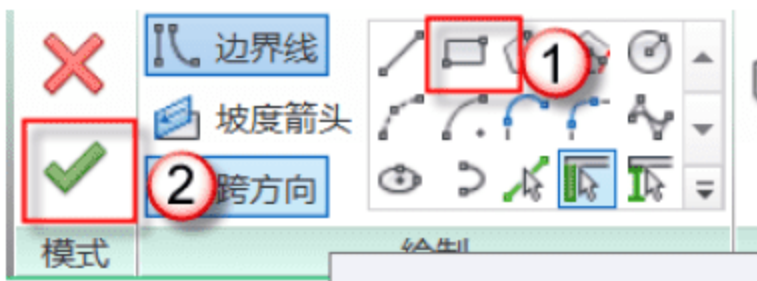
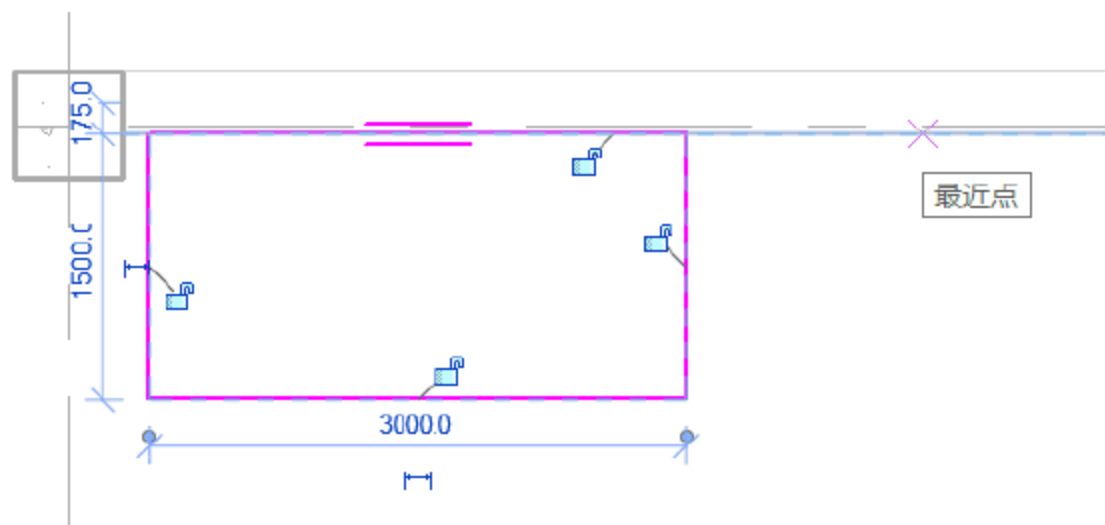
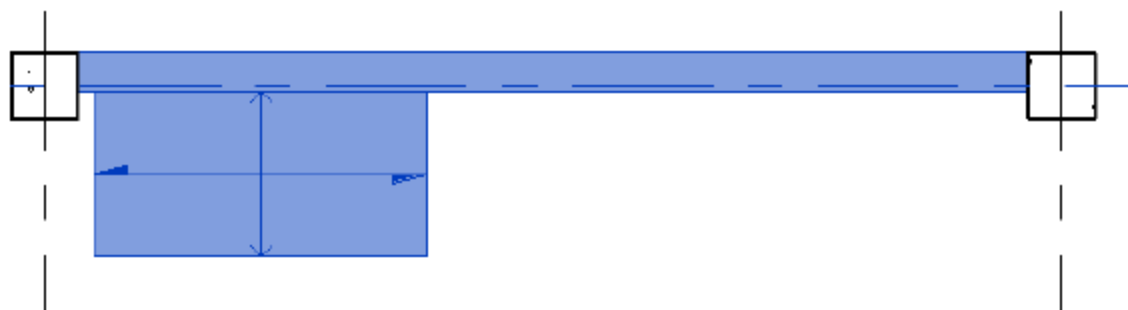

图 5.3.36 选择绘制工具
图 5.3.37 绘制方法
图 5.3.38 无梁雨蓬平面图
(9) 进入“修改/创建楼板边界”模式。可以观察到无梁雨蓬的边界为一矩形，且不需要考虑坡度以及跨方向，则可直接选择“边界线”中的“矩形”工具进行绘制，如图 5.3.36 所示。绘制完成后，单击√按钮，完成有梁雨蓬的绘制，如图 5.3.37 和图 5.3.38 所示。